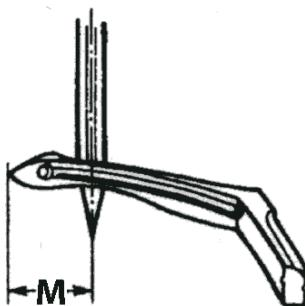

Fig. 5
Will be done like machines with spreader. But the distances between needle and looper are to be adjusted like (M) Fig. 5.
Erfolgt wie bei Maschinen mit Hakengreifer. Jedoch die Abstände zwischen Nadel und Greifer sind wie (M) Fig. 5 zeigen, einzustellen.